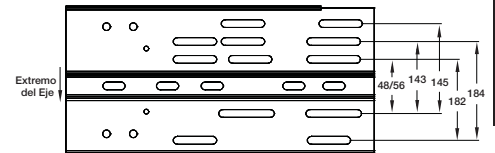

Figura 8 — Posiciones de Montaje del Motor según el Tamaño del Bastidor del Motor
1. Fije el motor a la placa con la ayuda de las partes metálicas que se proporcionan. Los orificios se alinearán cuando el bastidor del motor (extremo del eje) esté a nivel con el borde de la placa del motor. Las partes para el montaje del motor se incluyen en el kit de partes adosado al marco del impulsor. Consulte la Figura 8 para conocer la posición de montaje según el tamaño del bastidor del motor. Consulte la página 8 para conocer el contenido del juego.